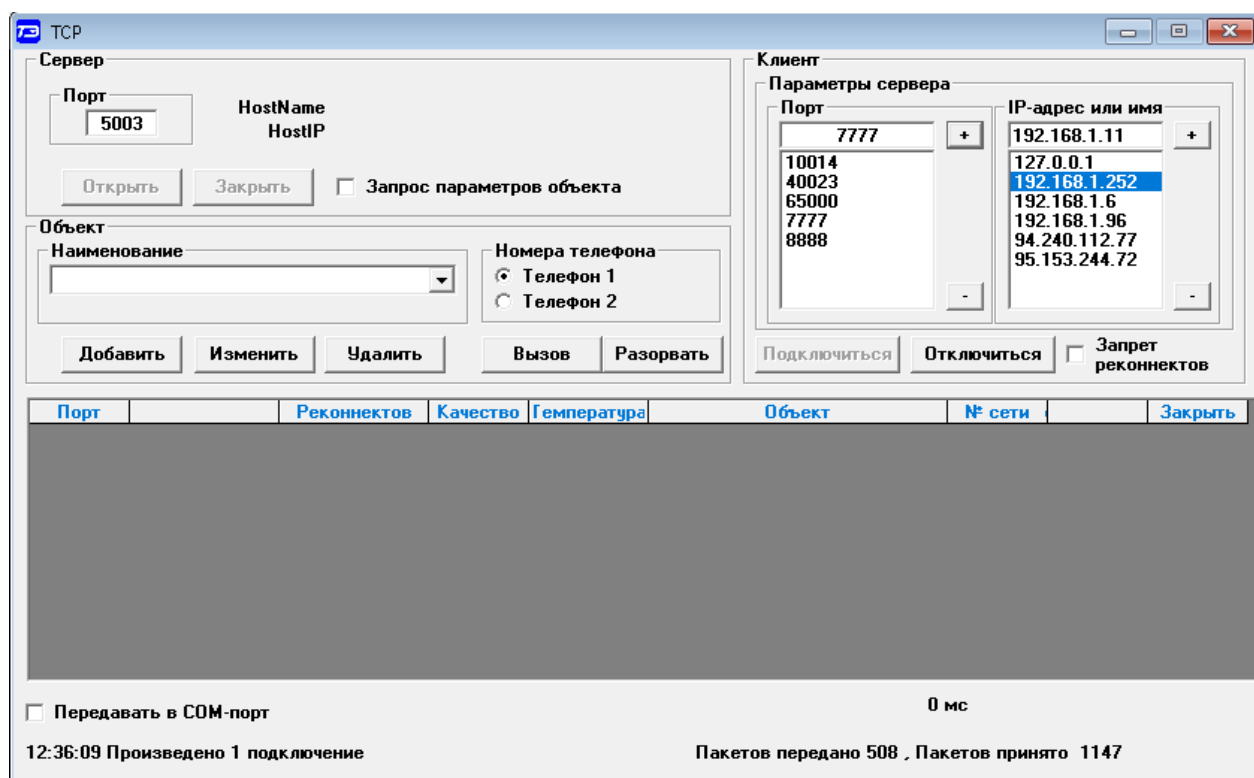

Рисунок 10 – Форма «TSP»
- на поле формы «TSP» (рисунок 10), в группе элементов «Клиент»:
- на поле формы «TSP» (рисунок 10), в окно «Порт» группы элементов «Сервер» введите номер порта, к которому будет подключаться модем, как TSP-клиент (в примере на рисунке 10 это 5003);
6.2.4 На поле формы «TCP» конфигуратора (рисунок 10), в группе элементов «Клиент», нажмите кнопку «Подключиться», и убедитесь, что в левом нижнем углу формы «TCP» появилось сообщение «Произведено 1 подключение».
6.2.7 Если на удаленном компьютере работает ПО «Конфигуратор СЭТ-4ТМ», то в форме «TCP» конфигуратора, в окнах группы элементов «Клиент» (рисунок 10), необходимо установить статический IP-адрес маршрутизатора и номер порта, предписанного модему.
6.3.4 На поле формы «TCP» конфигуратора (рисунок 10), в группе элементов «Сервер», нажмите кнопку «Открыть» (порт) и убедитесь, что через время (1 – 5) секунд в левом нижнем углу формы «TCP» появилось сообщение «Произведено 1 подключение», а в информационно окне формы появился IP-адрес подключенного модема.